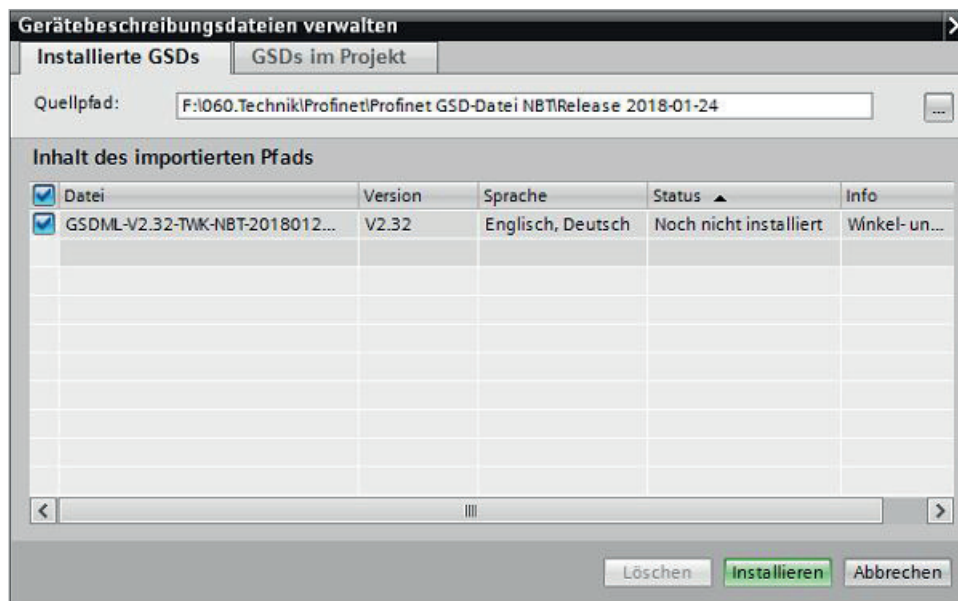

Abb.: 2
- Stellen Sie den Quellpfad ein, wählen Sie die passende GSD-Datei aus und klicken Sie auf installieren (siehe Abbildung 2).